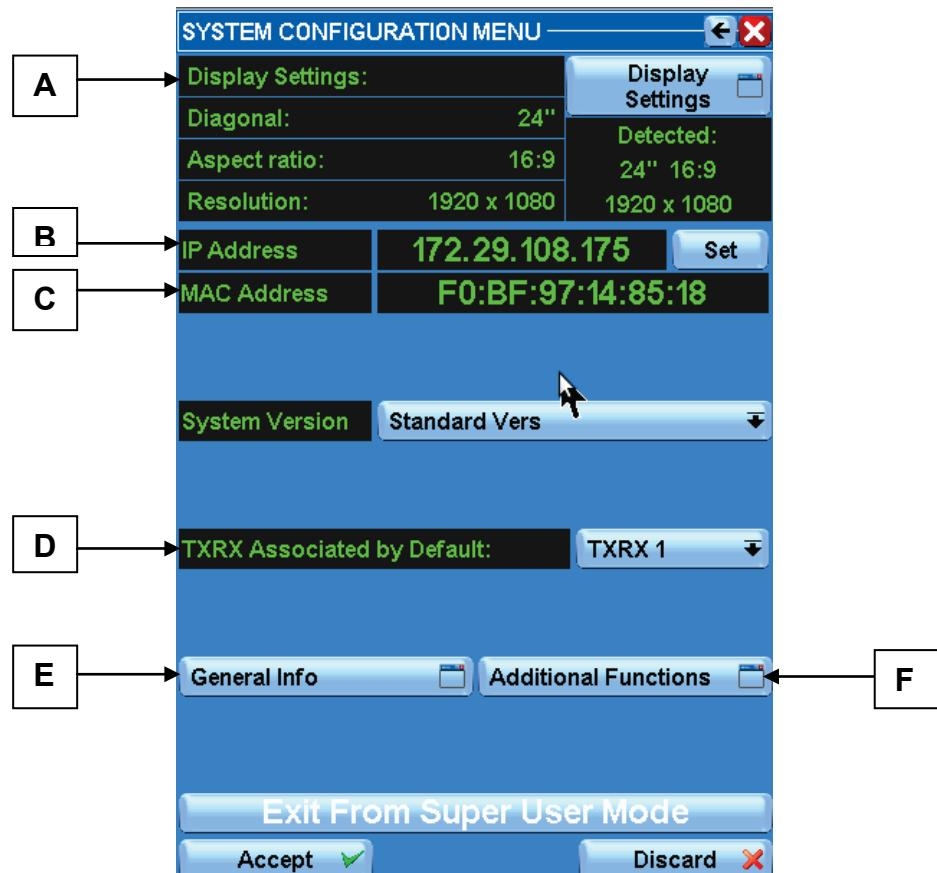

Figure 3.11.1 System Configuration
3.11.1 Display settings (Fig 3.11.1 -A)